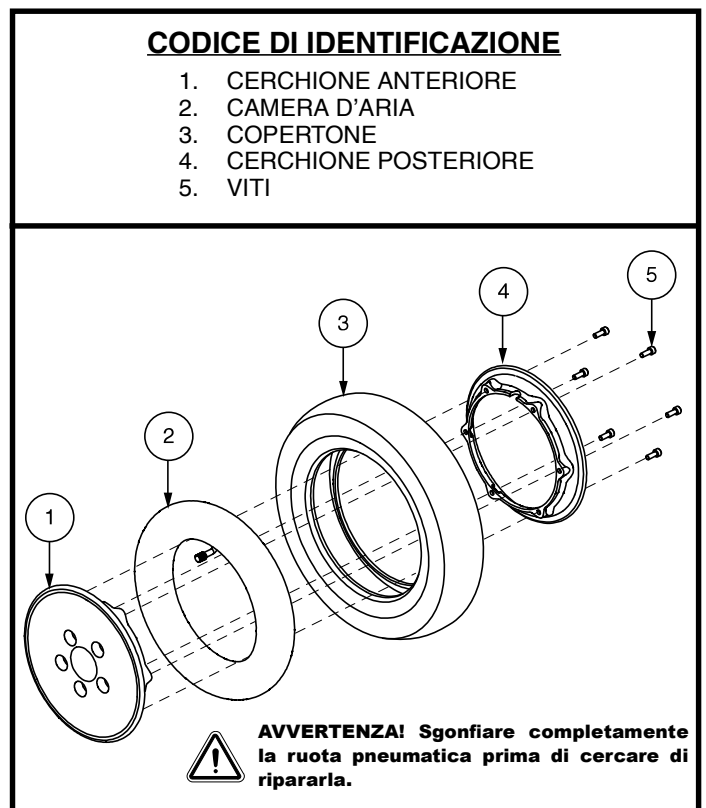

Figura 30. Ruota pneumatica motrice smontaggio/montaggio
6. Rimuovere le viti che fissano i cerchi. **Vedere figura 30.**